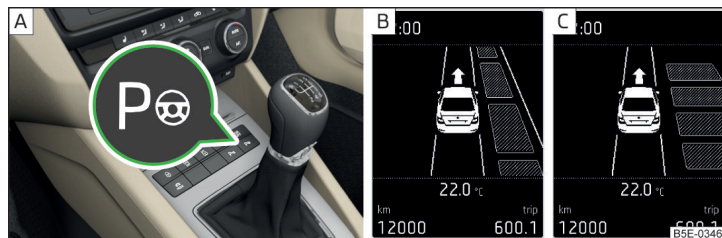

Fig. 164 Tecla de sistema / indicador de pantalla
- El proceso de aparcamiento se puede terminar cualquier momento presionando la tecla de símbolo  » fig. 164 de la pág. 152 o por la intervención del conductor.
El sistema se puede activar o desactivar presionando la tecla de símbolo  » fig. 164 de la pág. 152 - [A].
➤ Pulse **un vez** la tecla de símbolo  » fig. 164 - [A].
En la pantalla se muestra lo siguiente » fig. 164 - [B].
➤ Pulse **dos veces** la tecla de símbolo  » fig. 164 - [A].
En la pantalla se muestra lo siguiente » fig. 164 - [C].
➤ Pulse **un vez** la tecla de símbolo  » fig. 164 de la pág. 152.